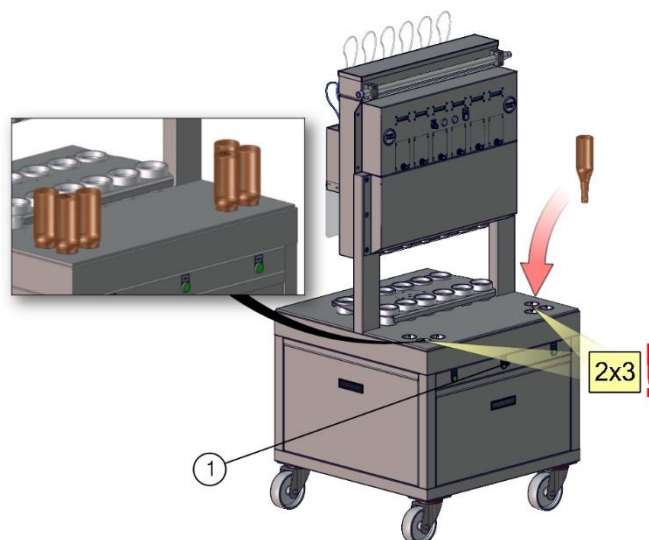

Abb. 9
1. Stellen Sie sicher, dass alle Versorgungsleitungen angeschlossen sind. Platzieren Sie die zu den Flaschenaufnahmen passenden (**s. Kapitel 11**) und zu spülenden Flaschen mit der Öffnung nach unten in den entsprechenden Spülstationen (**Seite 25 Abb. 2/1**). Durch Drücken des Tasters „Spülen“ (**Abb. 9/1**) wird der Spülvorgang gestartet.